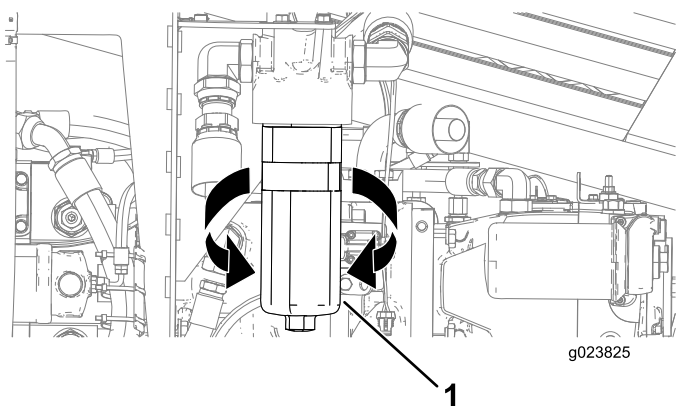

**Bild 122**
3. Stellen Sie eine Auffangwanne oder legen Sie mehrere Lappen unter den Ladefilter (Bild 122).
4. Drehen Sie den Hochdruck-Hydraulikfilter nach links und nehmen ihn ab (Bild 122).
6. Fluchten Sie den Hochdruck-Hydraulikfilter mit der Stelle aus und drehen Sie ihn nach rechts, bis der Drehmoment 61 N·m erreicht, wie in Bild 122 abgebildet.